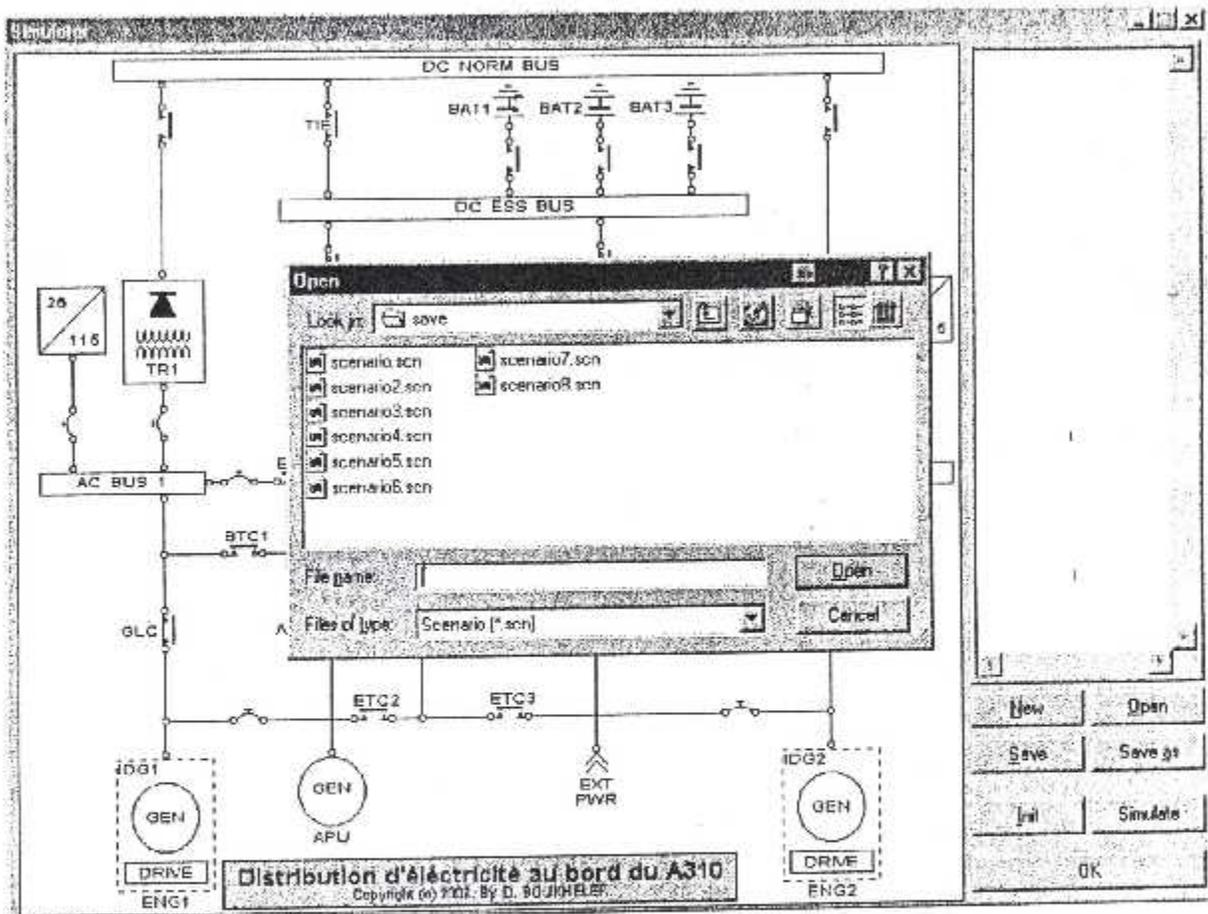

figure annexe 02
- Open : de ce bouton permettrait d'ouvrir une fenêtre pour choisir le scénario de simulation voir figure annexe 02.